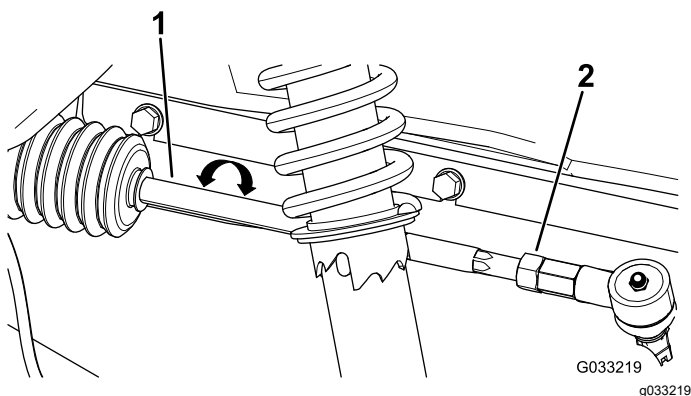

Figure 49
2. Si les mesures ne sont pas comprises entre 0 et 6 mm, desserrez les écrous de blocage aux deux extrémités extérieures des biellettes (Figure 49).